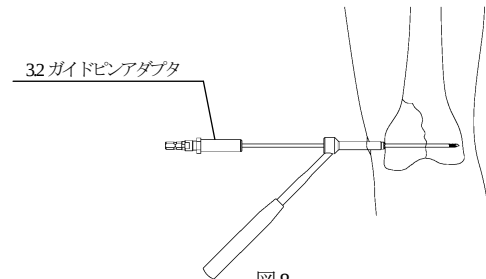

図 8
- 1) 骨折部の整復後、トロキアンターガイドを介して 3.2 ガイドピンを対側皮質の手前まで挿入します。（図 8）